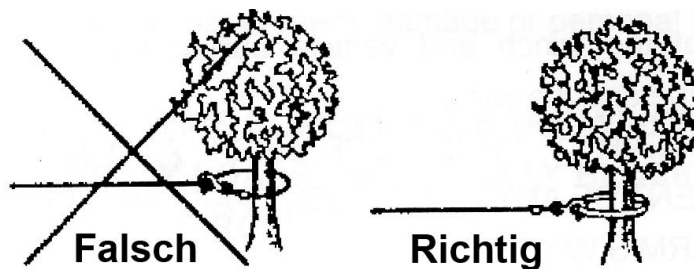

Abb. 3
- Führen Sie das Seil nie um die Last und haken es dann am Seil selbst ein. Nutzen Sie eine Nylonschlinge (Abb. 3).